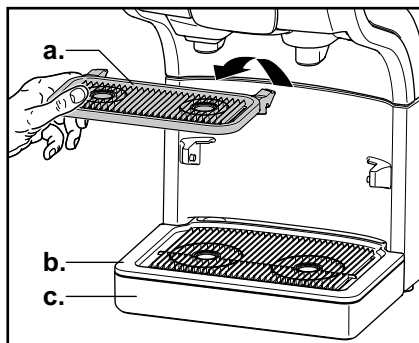

Bild 49
2. Ta bort kopplattformen (a.), droppgallret (b.) och droppskålen (c.) (bild 49).